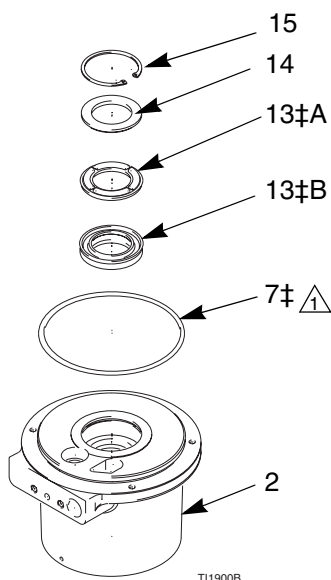

ABB. 11. Luftmotorgehäuse
7. Den O-Ring (7) aus dem Luftmotorgehäuse nehmen. Mit einem Clipabziehwerkzeug den C-Clip (15) herausnehmen, dann die Unterlegscheibe (14), den Ring (13 A) und die Dichtung (13 B) entfernen. Die Ausrichtung dieser Teile gut merken. Siehe ABB. 11.
1. Den O-Ring (7) auf das Luftmotorgehäuse (2) geben. O-Ring und Mittelbohrung im Gehäuse einfetten. Die Dichtung (13 B) mit der Rille nach oben einbauen. Den Ring (13 A) mit den Kerben nach oben in die Rille einlegen. Die Unterlegscheibe (14) mit der flachen Seite nach oben einlegen, dann den C-Clip (15) einbauen. Siehe ABB. 11.